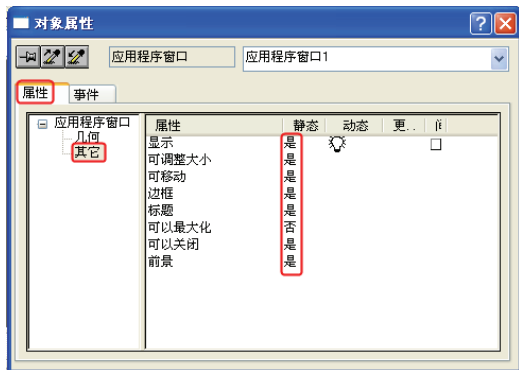

图 9-19 “对象属性”对话框
2) 改变全局脚本诊断控件的静态属性。在图形编辑器中,选择“GSC Diagnostics”,单击鼠标右键,弹出快捷菜单,单击“属性”选项卡,弹出“对象属性”对话框,如图 9-19 所示,将“属性”选项卡中“其它”的所有的静态属性由“否”改成“是”。